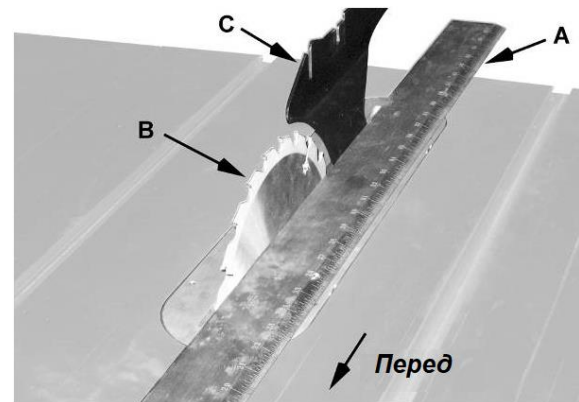

Рис. 13
2. Положите *поверочную линейку* (А, Рис. 13) на стол вплотную к *пильному диску* (В, Рис. 13) и *раскливающему ножу* (С, Рис. 13). Проверните диск, чтобы кончик его зуба касался поверочной линейки.